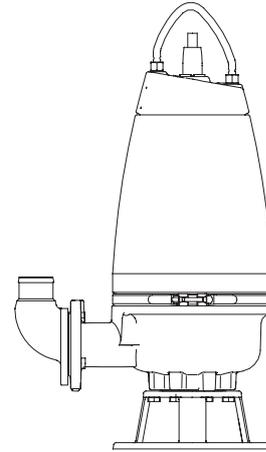

Рис. 5 Свободно стоящий на кольцевом основании погружной насос
Насосы, предназначенные для переносной погружной установки, могут стоять свободно на дне резервуара. Насос должен быть установлен на кольцевом основании. См. рис. 5. Кольцевое основание можно приобрести отдельно как принадлежность.
- Если при установке в горизонтальном положении насос соединяется со всасывающим трубопроводом с помощью переходника, то последний должен быть эксцентриковым. Во избежание воздушных пробок в линии всасывания его устанавливают конусной частью вниз и меньшим диаметром в сторону насоса. Воздух во всасывающем трубопроводе может вызвать кавитацию. См. рис. 5.